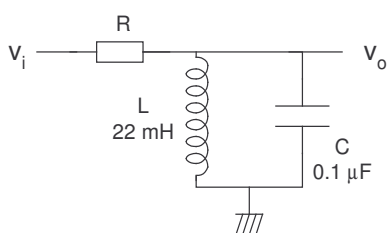
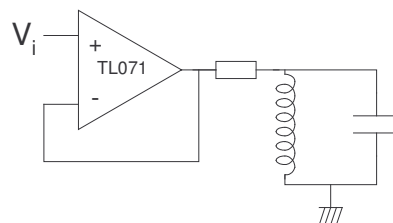

Figura 1. Filtre passiu passa-banda.
Figura 3. Muntatge del filtre passiu passa-banda
1. Analitza el circuit de la Figura 1 i comprova que es tracta d'un filtre passa-banda. Calcula-ne la f_0 i la Q (en funció del valor de R). Determina el valor de R per tenir una Q igual a 10.
2. Simula amb PSPICE el filtre de la Figura 1 (anàlisi AC) i compara els resultats amb els obtinguts analíticament.
3. Monta el filtre de la Figura 1. Utilitza un potenciòmetre per ajustar el valor de R per tenir $Q = 10$. Connecta a la seva entrada la sortida d'un operacional TL071 en configuració de seguidor (com es mostra a la Figura 3). Considera ara l'entrada del TL071 com l'entrada del filtre. Aquest operacional es fa necessari per tal de proporcionar el corrent d'entrada al filtre que no es capaç de donar el generador de funcions.